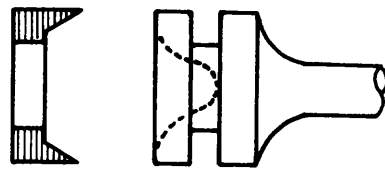

Fig. 3
- b Coloque la goma secundaria en el pistón (fig.3).